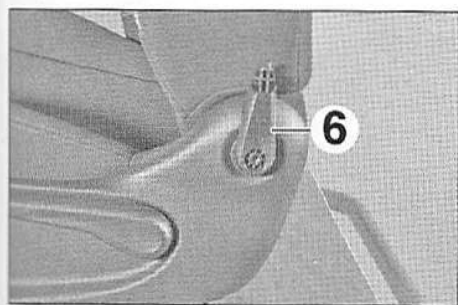

FIG.11
- Déposer la commande d'inclinaison de dossier (6) (Fig.11).